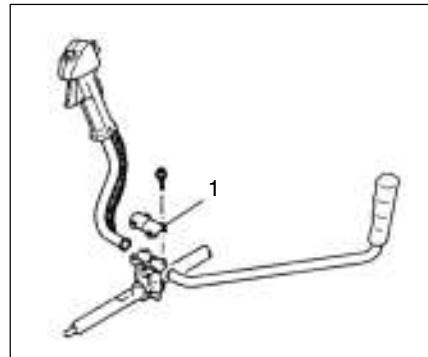

Fig. 1-3
Installation of handle (Fig. 1-3, 3B)
Remove the handle bracket (1) from the assembly. (Fig. 1-3)
Montage du guidon double (Fig. 1-3, 3B)
Déposer la bride du guidon (1) de l'ensemble. (Fig. 1-3)
Montaggio del manubrio (Fig. 1-3, 3B)
Togliere la parte superiore del morsetto (1) del manubrio. (Fig. 1-3)